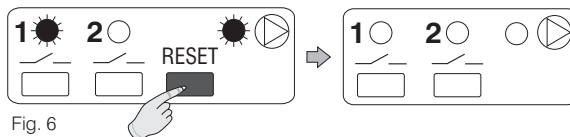

Fig. 6
- Premere brevemente il **tasto "RESET"**; al rilascio la forzatura temporanea verrà annullata (fig. 6).